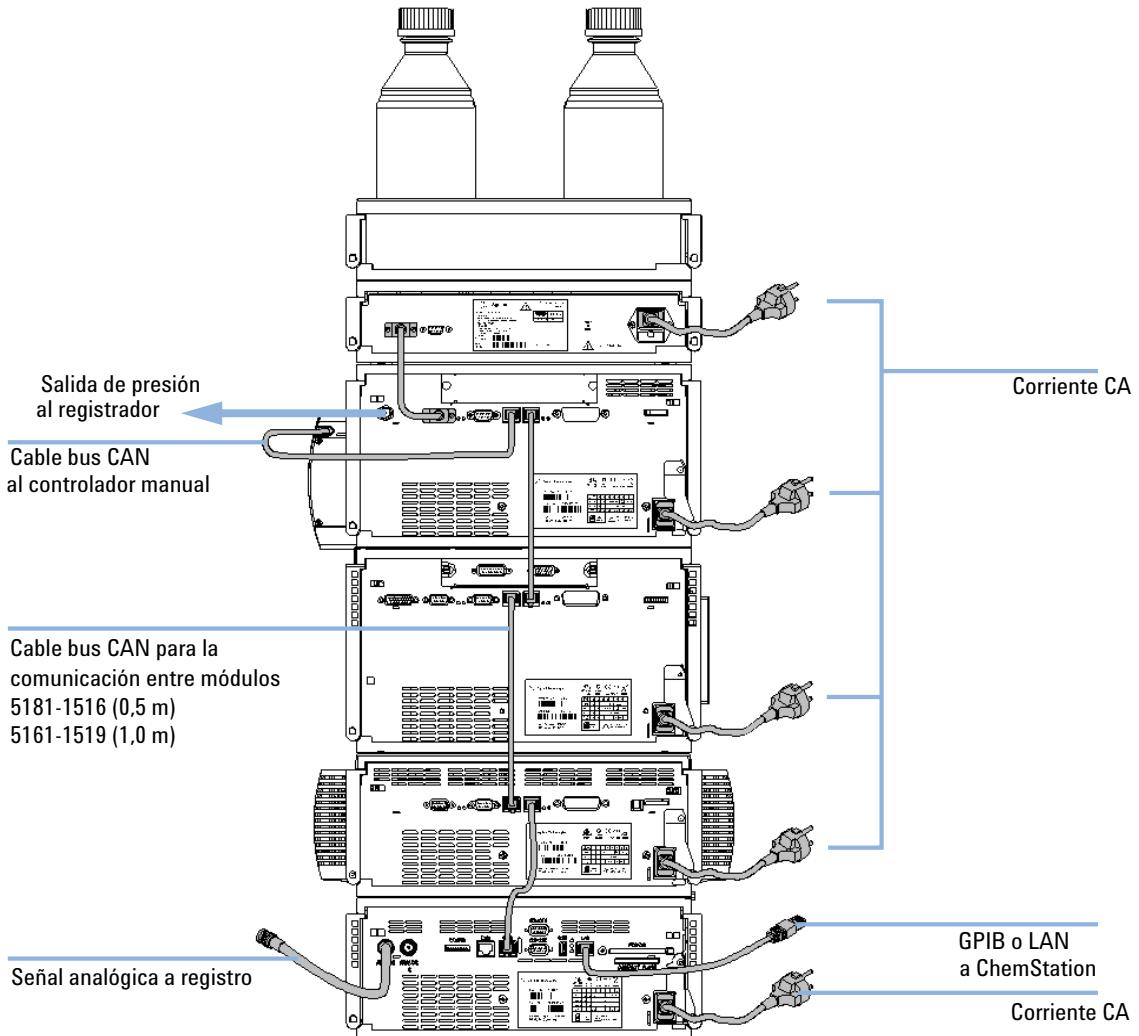

Figura 6 Configuración recomendada de la torre de módulos (vista posterior)
- 4 Conecte el cable CAN al conector CAN del módulo siguiente, consulte Figura 6 en la página 31.
- 4** Conecte el cable APG al conector remoto APG de la bomba; consulte Figura 6 en la página 31.